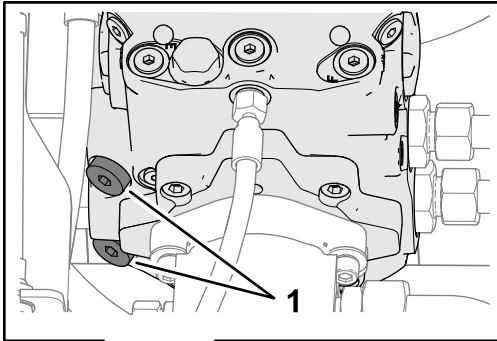

Bild 36
- Verwenden Sie einen 8 mm Innensechskant-schlüssel, um die beiden Innensechskantstopfen für die Entlastungsventile der Getriebepumpe um drei Umdrehungen im Uhrzeigersinn zu drehen (Bild 36).